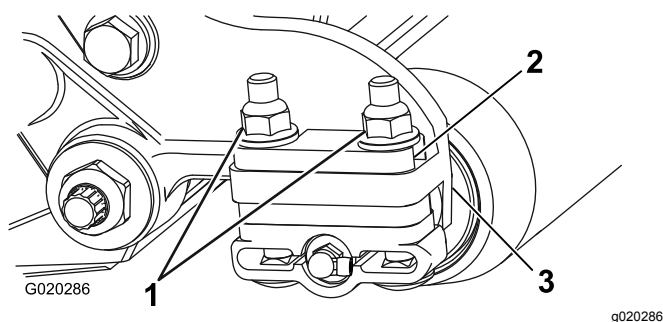

Figura 12
17. Remova as duas porcas flangeadas de retenção que prendem cada suporte do rolo às placas laterais (Figura 12).